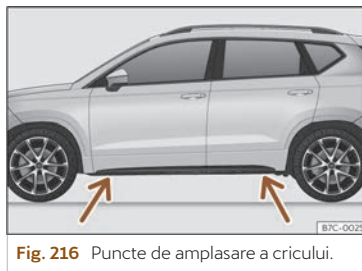

Fig. 216 Puncte de amplasare a cricului.
- Căutați pe bara transversală marcadul punctului de susținere a cricului (zona adâncită) cel mai apropiat de roata care trebuie schimbată >>> fig. 216.